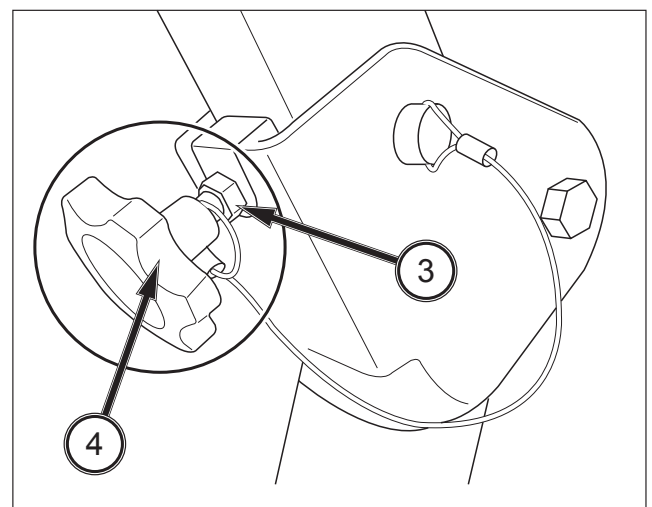

ABB. 76
ABB. 76: Der Traktor ist mit einer Heckenbauvorrichtung (TRH-1776A) ausgerüstet (1). Die Heckenbauvorrichtung hinten am Traktor ermöglicht das Anbringen von Anbaugeräten, die gezogen werden müssen. Der Traktor hat kein Bremssystem für Anhänger.